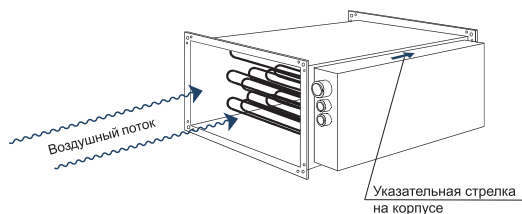

Рис. 1
- Воздушный поток должен быть направлен согласно указательной стрелке на корпусе нагревателя (рис. 1).